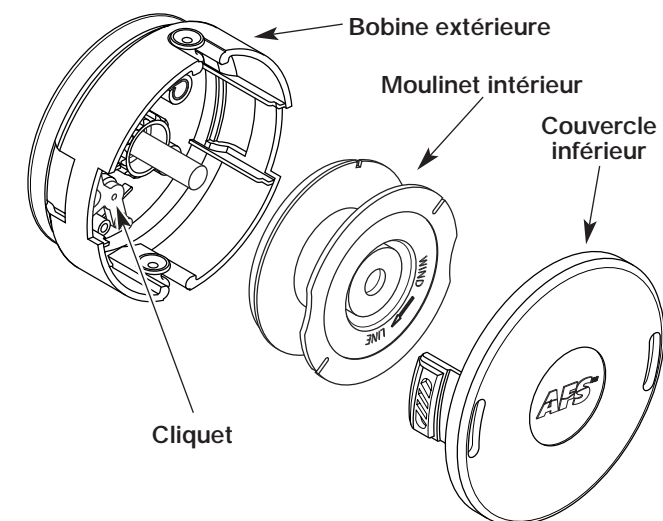

Fig. 12
2. Retirez le moulinet intérieur de la bobine extérieure (Fig. 12).
2. Retirez le vieux moulinet intérieur de la bobine extérieure (Fig. 12).